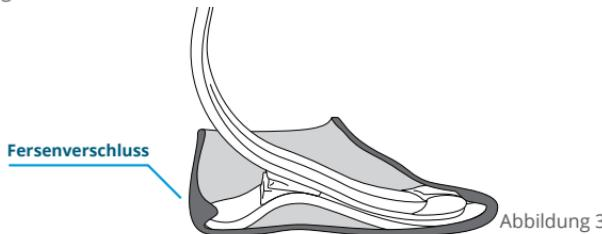

Abbildung 3
- Schieben Sie die Fußhülle nach oben auf die Ferse oder stecken Sie gegebenenfalls einen Schuhlöffel in die Fußhülle und lassen Sie die Ferse mit einem Schuhlöffel in den Fersenverschluss gleiten. Die Ferse muss einrasten (Abbildung 3), damit sie ordnungsgemäß funktioniert und sicher ist.